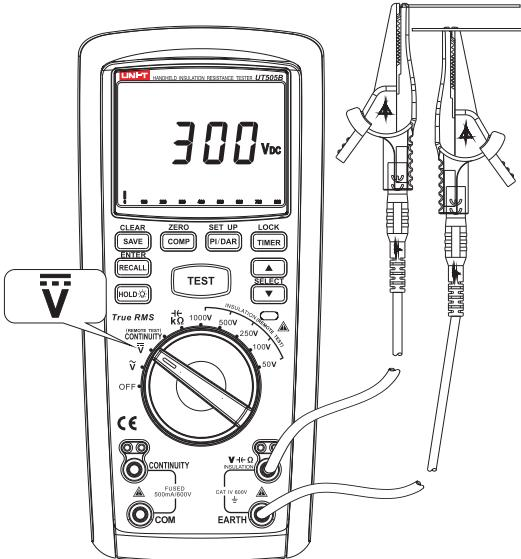

图5
2、直流电压测量(见图5)
- ① 将红色表笔插入“V”插孔(红色孔), 黑色表笔插入“EARTH”插孔(黑色孔)。
- ② 将转盘开关旋转置“ \overline{V} ”档位, 并将表笔并联到待测电源或者负载两端上。
- ③ 从显示屏上即可读出当前的直流电压测量值。
- ④ 在测量过程中如果想保存测量电压值只需按下“SAVE/CLEAR”按键即可保存。